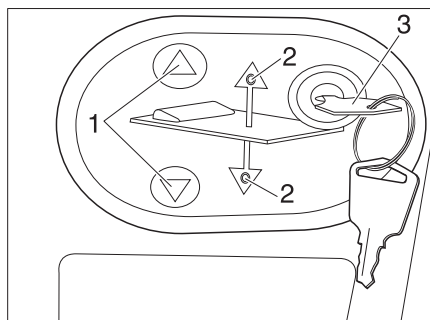

Fig. 163 Pannello di comando del letto basculante elettrico
- Inserire la chiave (Fig. 163,3) nel pannello di comando (Fig. 163,2).
- Premere e tenere premuto il tasto  o  (Fig. 163,1). Il rispettivo LED (Fig. 163,2) si accende ed il letto basculante si abbassa o si solleva.
- Al raggiungimento della posizione desiderata rilasciare il tasto  o  (Fig. 163,1). Il rispettivo LED (Fig. 163,2) si spegne.
- Estrarre la chiave (Fig. 163,3).